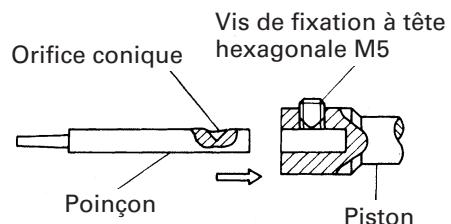

Fig. 9
- Insérer la nouvelle perforatrice tout en alignant le trou conique de la perforatrice et la direction de la vis de fixation à tête hexagonale M5. Serrer ensuite fermement la vis de fixation à tête hexagonale (voir Fig. 9).
(2) Remplacement du moule